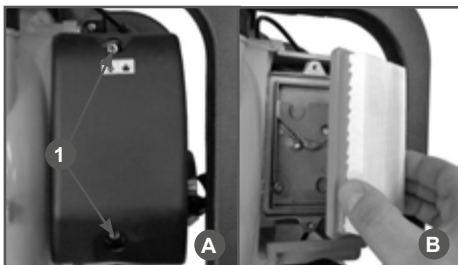

Рис. 21 Обслуживание воздушного фильтра
1. Открутите два винта крепления (1) крышки воздушного фильтра ключом шестигранным 4 мм и снимите крышку воздушного фильтра (Рис. 21А).
2. Извлеките воздушный фильтр из корпуса (Рис. 21В) и проверьте его состояние.